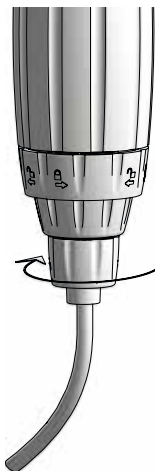

Fig. 19
- Dévisser l'écrou du bas de la partie dosage (**Fig. 19**)
- Dévisser l'écrou de verrouillage du clapet d'aspiration **(Fig.19)**